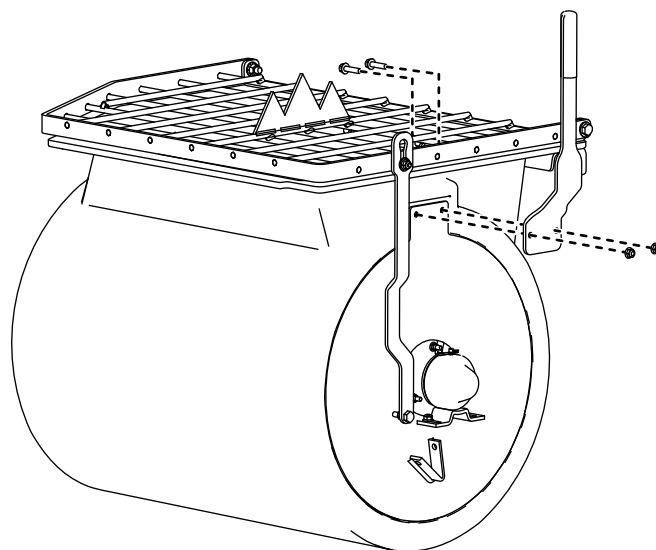

Figure 3
2. Montez la poignée de vidage à l'aide de 2 boulons de carrosserie (montés à l'intérieur de la cuve) et des écrous, comme montré à la Figure 3.